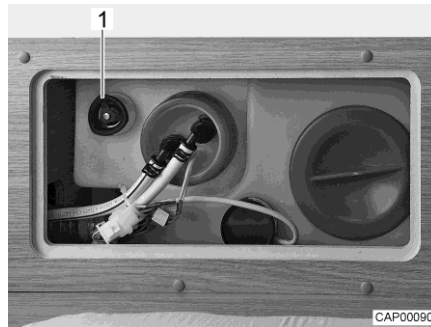

Bild 104 Wassertank mit Drehgriff
- Auf dem Wassertank den Drehgriff (Bild 104,1) entgegen dem Uhrzeigersinn über den Widerstand hinaus bis zum Anschlag drehen, um die Ablauföffnung vollständig zu öffnen.